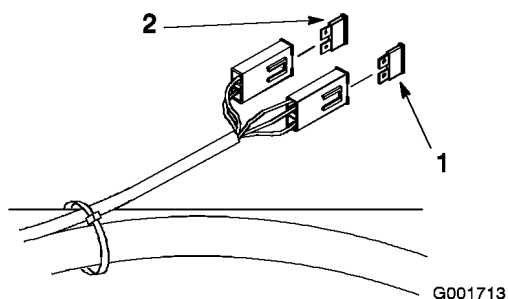

Figure 46
1. Déverrouillez et soulevez le siège pour accéder au porte-fusibles (Figure 46).
3. Remplacez le fusible (Figure 46).